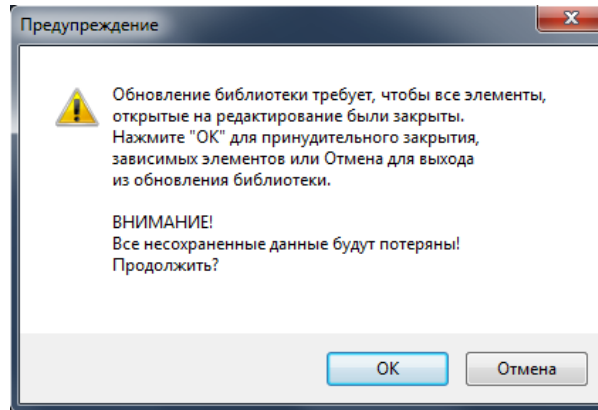

Рис. 11 Предупреждение о возможной потере данных
3. Ознакомьтесь с появившемся на экране предупреждением о возможной потере несохраненных данных, см. Рис. 11. Если несохраненные данные отсутствуют, то для продолжения обновления необходимо нажать кнопку «ОК». Для отмены операции необходимо нажать кнопку «Отмена».